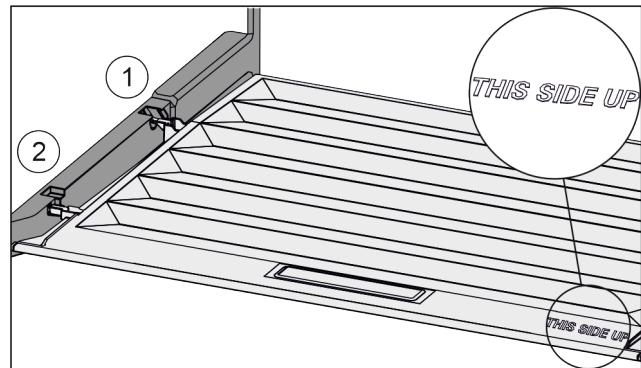

Fig. 55
- Вставить поперечные ребра крышки через отверстие заднего держателя Fig. 55 (1) и защелкнуть спереди в держателе Fig. 55 (2).